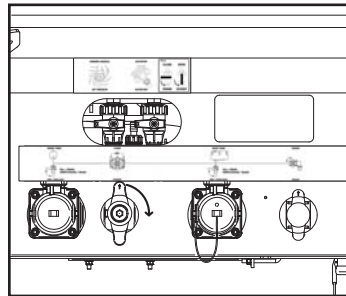

Figure 28
3. Positionner la valve d'aspiration vers la droite pour une aspiration à partir du réservoir principal. **(figure 28)**